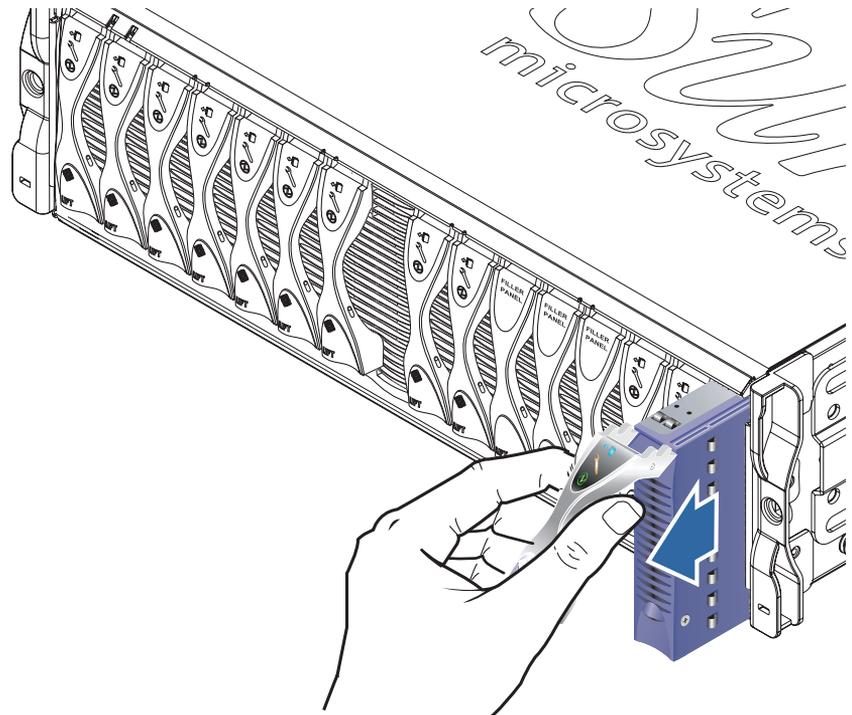

FIGURE 3-3 Mécanisme de levier de blade ou de panneau de remplissage débloqué
3. Relevez le levier afin de débloquer la blade et la faire sortir partiellement du châssis (FIGURE 3-3).